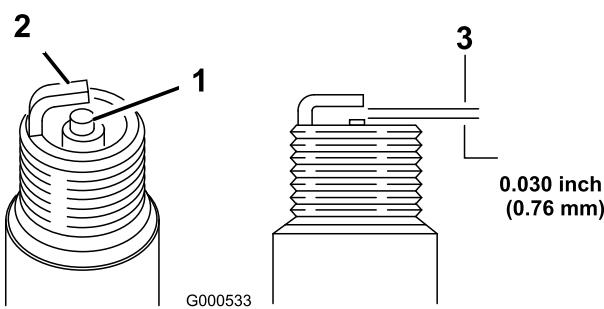

Figura 30
5. Impostate la luce sul tappo a 0,76 mm, fate riferimento a (Figura 30).